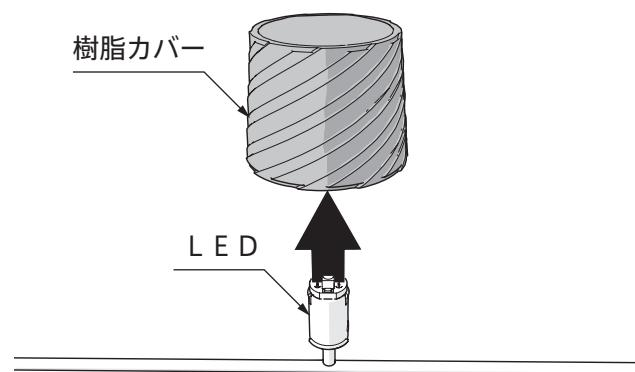

図2
2. LED取付ネジを付属の六角レンチで回してゆるめ、ワイヤーフレームからLEDを取り外します。 (図2)